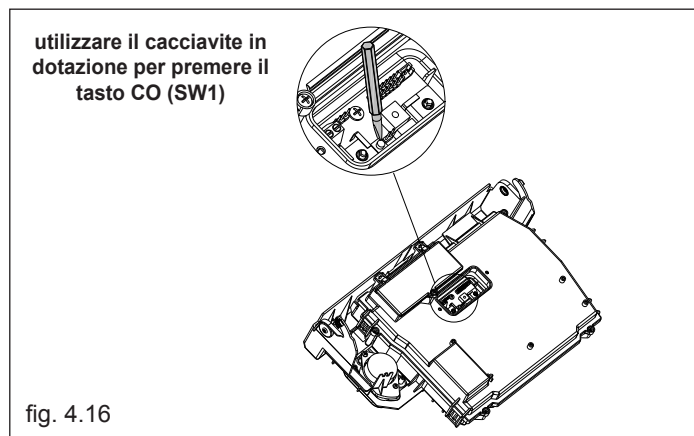

fig. 4.16
12. premere il pulsante CO (fig. 4.16) e passare alla taratura del parametro successivo.